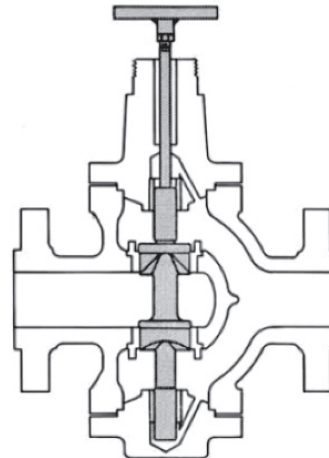

Figura 5
H. Insira duas ou três peças de gaxeta (17) na caixa da gaxeta para ajudar enquanto estiver guiando a haste e o obturador durante o polimento.
I. Parafuse uma vara perfurada com uma alavanca em T sobre o a haste do obturador e prenda com uma contraporca. (Ver Figura 5).